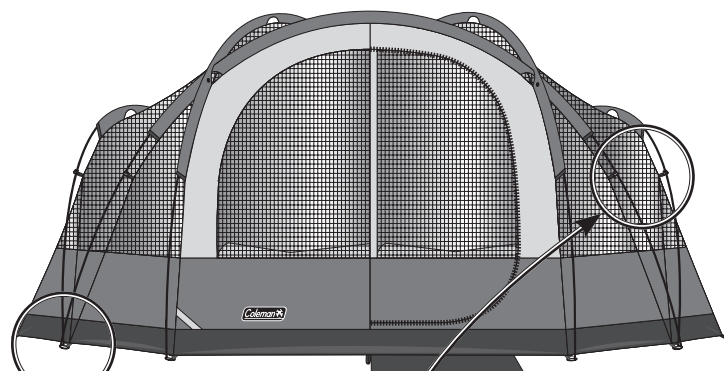

Fig. 3
- Insert one pin into one end of the pole. (Fig. 3 and 4)
- Insérez une goupille dans un bout du mât. (Fig. 3 et 4)